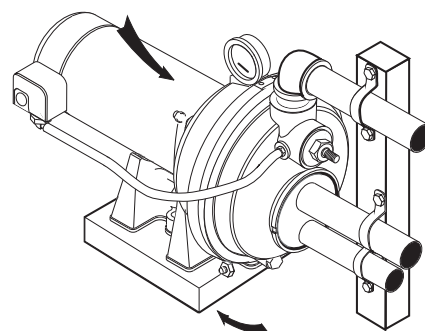

Figure 35
- Remettre en place les boulons sur le corps de pompe face et les serrer (Voir Figure 35).